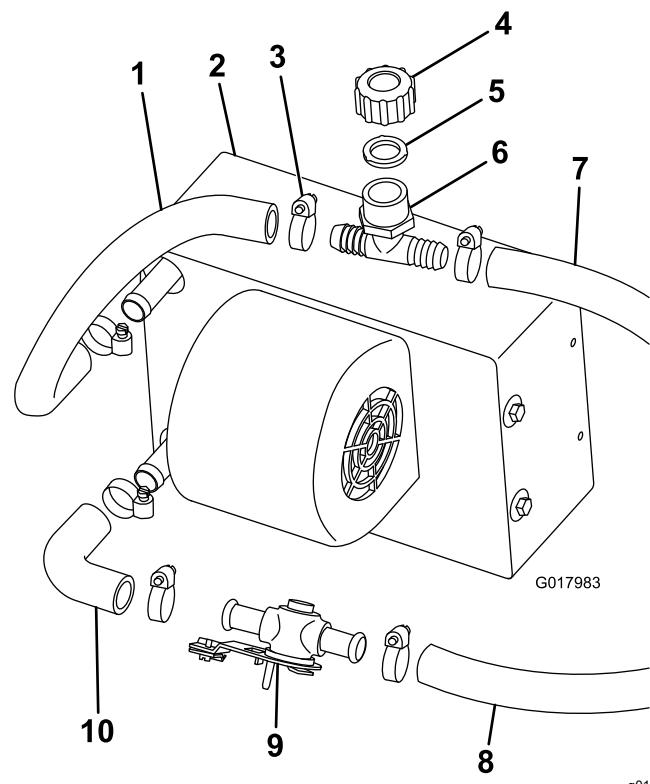

Figura 2
1. Conecte provisionalmente el codo al acoplamiento inferior del calentador con una abrazadera (Figura 2).
2. Conecte la válvula del calentador al codo con una abrazadera (Figura 2).
3. Corte un trozo de manguera ($\frac{5}{8}$ ") de 31 cm de largo y sujételo al acoplamiento superior del calentador con una abrazadera (Figura 2).
4. Conecte el acoplamiento en T de llenado blanco, la junta y el tapón a la manguera superior del calentador con una abrazadera (Figura 2).